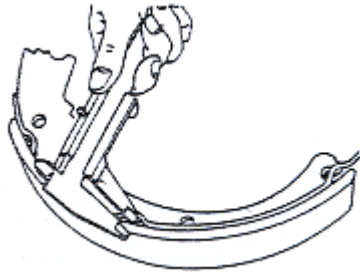

Рис. 2-25
(2) Проведите визуальный осмотр головки поршня на отсутствие повреждений и деформаций. Замените головку поршня в случае обнаружения каких-либо отклонений.
(3) Измерьте длину пружины тормозного цилиндра в свободном состоянии. Замените ее, в случае превышения допустимого уровня.
(4) Измерьте толщину фрикционных накладок. Замените их, если износ превышает допустимый предел. См. Рис. 2-25. Стандартная толщина: 8.0мм; Минимальная толщина: 2.0мм.
(5) Проведите визуальный осмотр внутренней поверхности тормозного барабана на наличие повреждений и неравномерного износа. Затем по мере необходимости отшлифуйте тормозной барабан, либо замените, если он не может быть исправлен.